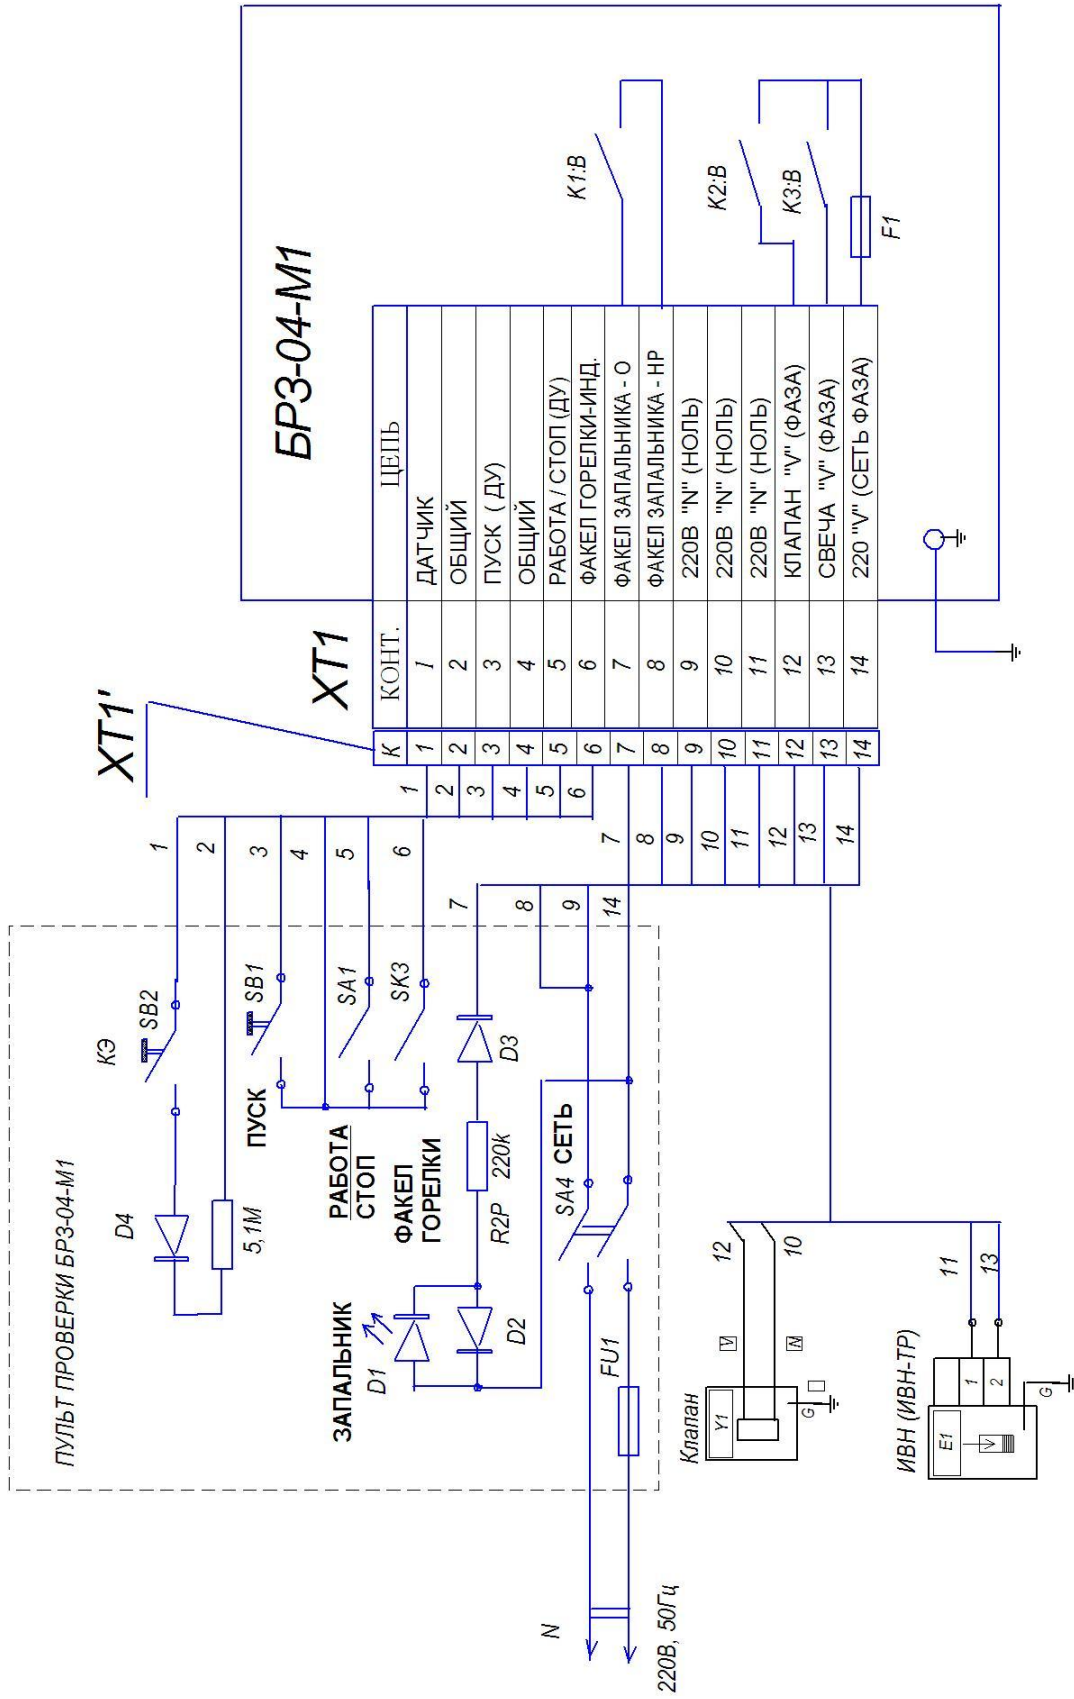

Рис.4. Схема проверки блока BR3-04-M1.
- все переключатели на пульте проверки БРЗ-04-М1 привести в указанное на схеме рис.4 положение и подать питание 220В, 50Гц, включив тумблер SA4 "СЕТЬ";
Установить переключатели в указанные на рис.4 положения и включить тумблер **«СЕТЬ»** на пульте проверки.